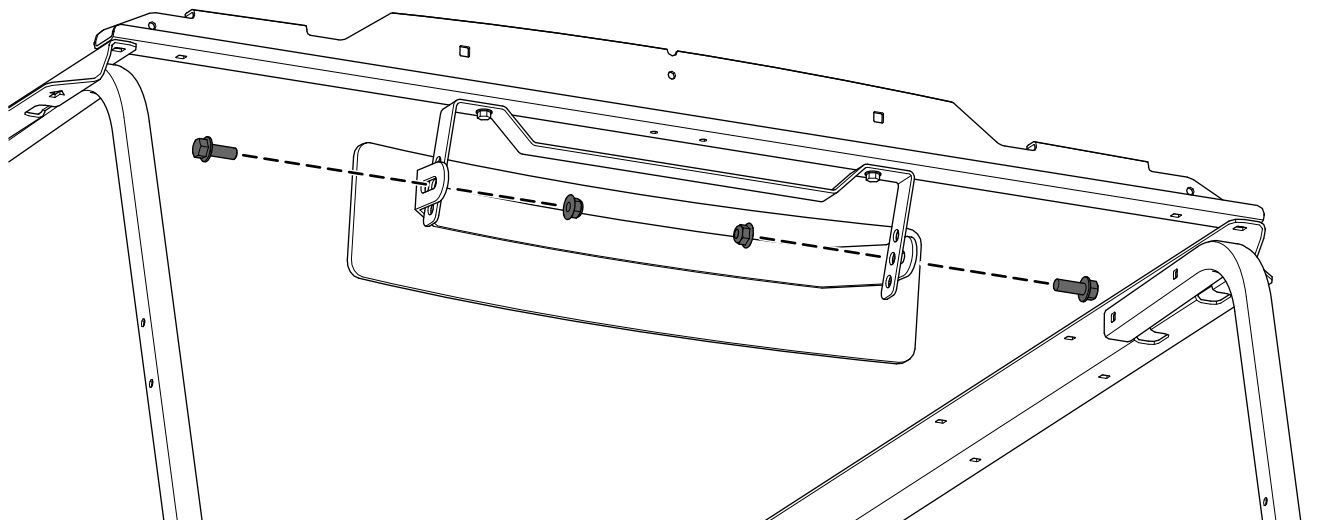

Рисунок 5
2. Прикрепите широкоугольное зеркало к держателю с помощью 2 болтов с фланцем ($\frac{3}{8} \times 1$ дюйма) и 2 контргайек ($\frac{3}{8}$ дюйма), как показано на Рисунок 5.